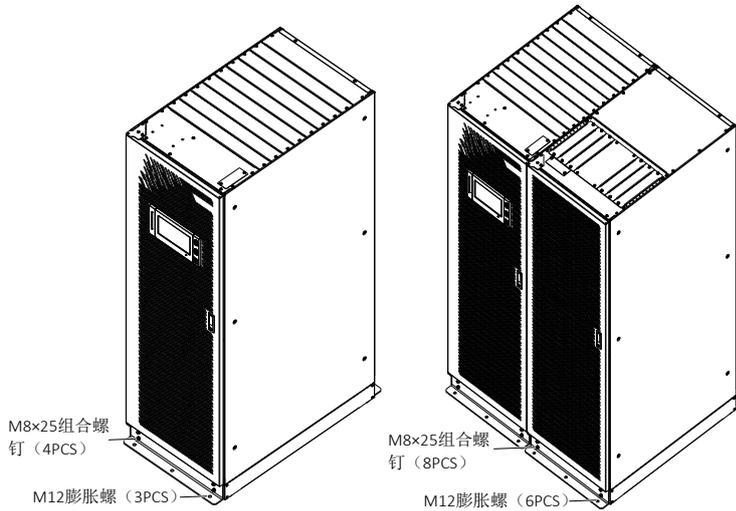

图 8-2 地震选件安装示意图 (正面安装)
- 用 M8x25 组合螺钉将地震选件安装在机柜正面底部的相应安装孔中，然后用 M12 膨胀螺栓将地震选件固定在地板上，如图 8-2 所示。